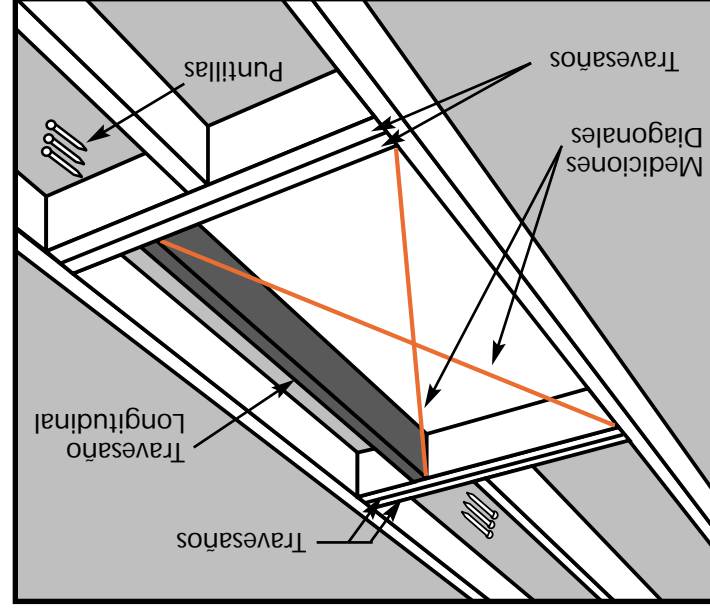

Figura 19
PASO 4. Posicione el travesaño(s) longitudinal a lo largo del lado(s) sin marco de su ubicación (Figura 19). Verifique que las dimensiones interiores del marco son las mismas de la abertura preliminar mostradas en la caja o en la Tabla 2 en la página 6.
Revise en cuanto a ángulo recto, luego clave el otro extremo. Revise la abertura preliminar en cuanto a ángulo recto midiendo transversalmente las diagonales. Las dos mediciones no deben diferir en más de 1/8" pulgadas (3.2mm) para considerarse en ángulo recto (Figura 19).